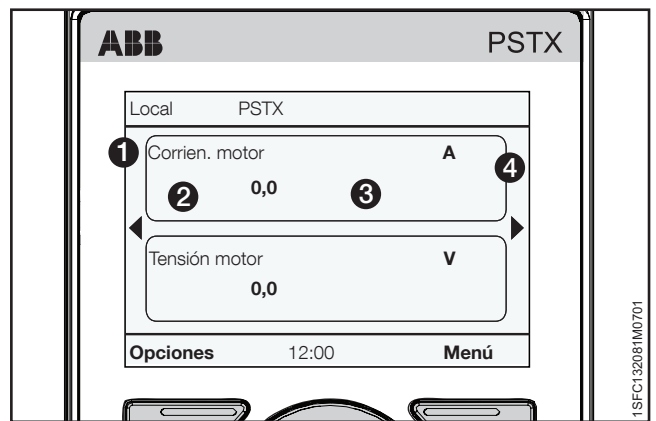

Figura 6.14
Seleccione el estilo de pantalla para la vista de inicio. El estilo de pantalla seleccionado se muestra en ② en la **Figura 6.14**. Seleccione entre numérico, indicador o datos en gráfico:
Seleccione el número de decimales que desea que aparezcan en la vista de inicio. Utilice las teclas de navegación para cambiar la cantidad. Pulse "Guardar" para guardar el valor. Los números decimales se muestran en ③ en **Figura 6.14**.
Pulse  "Guardar" para guardar el nombre que se debe mostrar. El nombre seleccionado se muestra en ① en la **Figura 6.14**.
Seleccione el valor mínimo en la vista de inicio. Utilice las teclas de navegación para cambiar el valor. Pulse  "Guardar" para guardar el valor. El valor se muestra en ③ en la **Figura 6.14**.
Seleccione el valor máximo en la vista de inicio. Utilice las teclas de navegación para cambiar el valor. Pulse  "Guardar" para guardar el valor. El valor se muestra en ③ en la **Figura 6.14**.